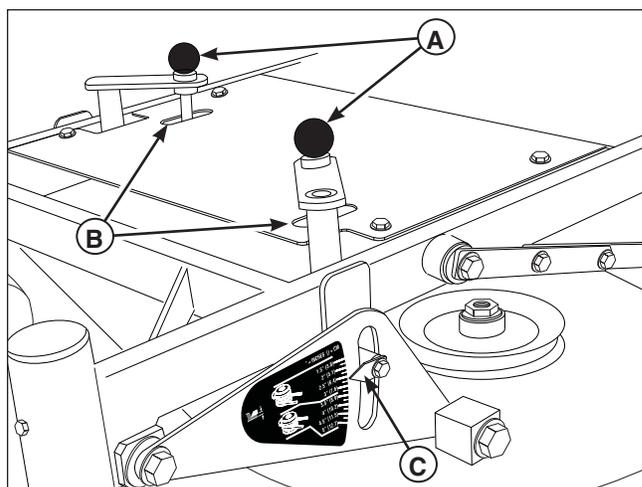

Figura 4. Regolazione dell'altezza di taglio
1. Tirare la manopola di regolazione dell'altezza di taglio (**A, Figura 4**) verso l'alto e verso l'esterno della posizione di blocco della manopola (**B**) e ruotare la manopola **in senso orario** per sollevare il piano fino all'altezza di taglio desiderata. Ruotare la manopola **in senso antiorario** per abbassare il piano fino all'altezza di taglio desiderata. Dopo che sono state raggiunte le altezze di taglio desiderate, portare le manopole di regolazione dell'altezza di taglio nella posizione di blocco.